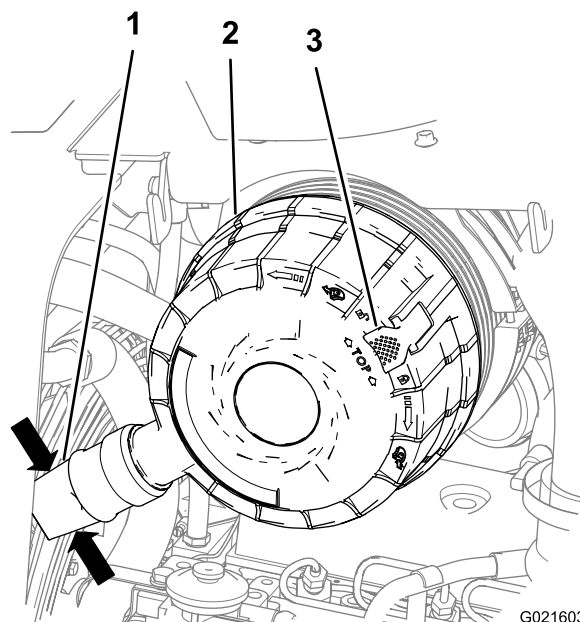

Рисунок 47
Сожмите пыленепроницаемый клапан, чтобы удалить любые скопления воды, пыли или грязи из клапана (Рисунок 47).
2. Потяните защелку крышки воздухоочистителя наружу (Рисунок 47).
3. Поверните крышку фильтра воздухоочистителя по часовой стрелке, чтобы пыленепроницаемая крышка была в положении «8 часов» (Рисунок 47).
4. Нажмите защелку на крышке фильтра воздухоочистителя в направлении вовнутрь, чтобы она полностью зафиксировалась на месте (Рисунок 47).